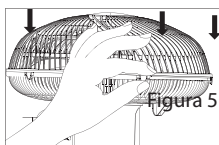

Figura 4
6. Rosquear a porca da hélice no eixo, girando-a no sentido anti-horário até encostar a superfície da porca da hélice. (figura 4)